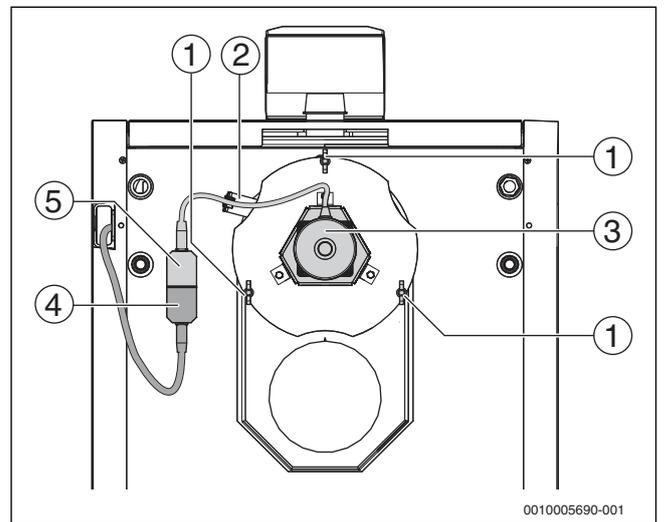

Рис. 16 Монтаж вытяжного вентилятора
- ▶ Закрепите провод вытяжного вентилятора на держателе (→ рис. 16, [2], стр. 17).